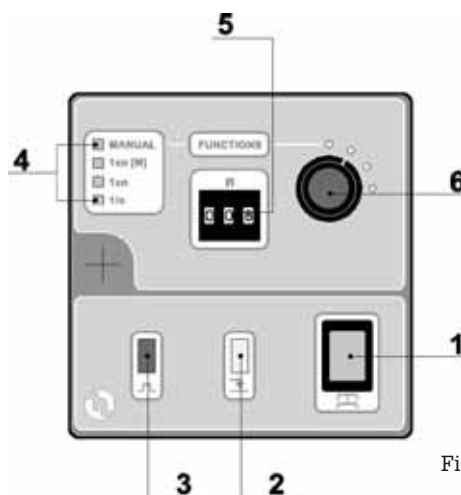

Fig. 20
8.2.3 - DLS-VFT PUMP CONTROLS (Fig. 20)